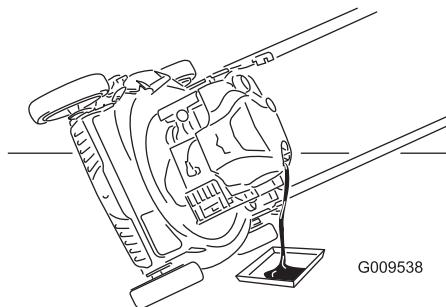

Figure 25
- Inclinez la machine sur le côté (filtre à air en haut) pour vidanger l'huile usagée par le goulot de remplissage (Figure 25).